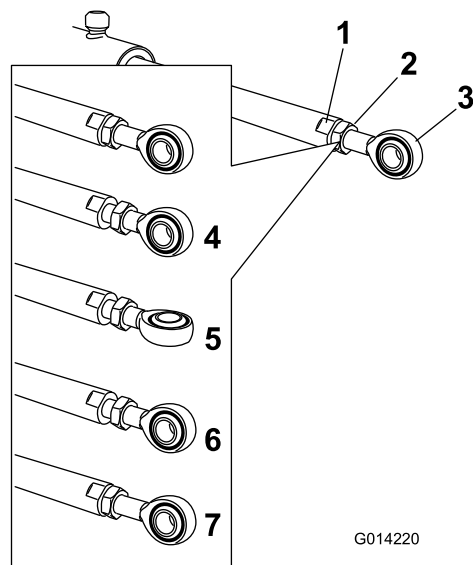

Figura 114
5. Utilizzate una chiave sui lati piatti dell'asta dell'attuatore per immobilizzarla, poi allentate il controdado per consentire la regolazione dell'asta dell'occhiello (Figura 114).
6. Girate l'asta dell'occhiello nell'asta dell'attuatore per accorciare o allungare l'attuatore esteso nella posizione desiderata (Figura 114).